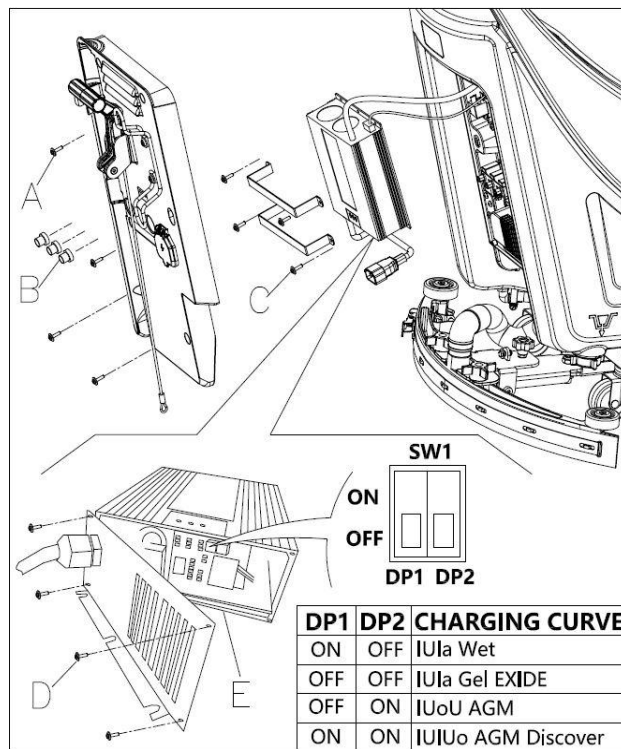

Figura 4.1
7. Retirar los tornillos (A, B, C, D, Figura 4.1).
8. Abrir el cargador y encontrar el sw1 (E, Figura 4.1).
9. Ajuste los interruptores como en la tabla (Figura 4.1).
10. Instale los tornillos (A, B, C, D, Figura 4.1) tras completar ajustes.